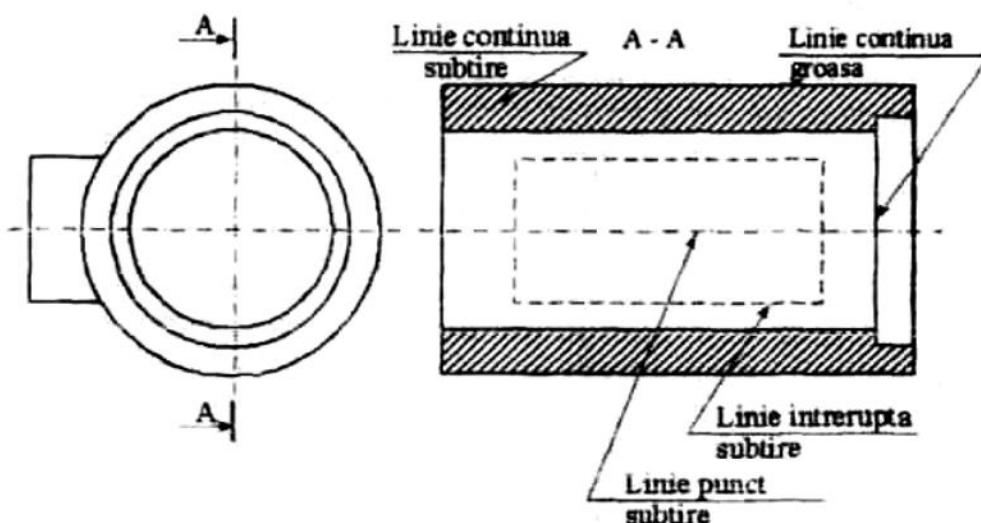

Рис. 1 Типы линий, используемых в черчении
- видимые реальные контуры и грани, на видах и сечениях (рис. 1).
- линии штриховки (рис.1);
- линии-выноски, полки линий-выносок для обозначений и примечаний, начертанных на чертеже (рис. 1);
- оси симметрии (рис. 1);